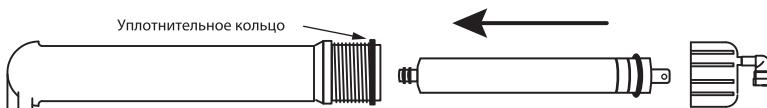

Рис. 15
1. Установите префильтр(ы). Первый префильтр (маркировка на колбе PREFILTER) уже установлен во всех моделях. В во вторую колбу (маркировка CARBON) установите угольный картридж. В третью ступень (SEDIMENT) установите механический префильтр. Картриджи, соответствующие ступеням очистки для каждой модели фильтров, перечислены в таблице на стр. 18. Для установки картриджа необходимо раскрутить колбу при помощи ключа (10). Аккуратно снимите защитную пленку с картриджа и установите его в колбу. Обратите внимание на маркировку "THIS END NEXT TO VESSEL THREADS" на верхней крышке картриджа или на указания на этикетке. Закрутите колбу вручную, без применения ключа, не прикладывая чрезмерных усилий.
2. Установите мембрану. Для этого отсоедините трубку (H) от быстроразъемного коннектора крышки мембранны. Открутите крышку колбы мембранны (маркировка MEMBRANE). Смажьте силиконовой смазкой резиновые уплотнения мембранны. Установите мембрану в корпус согласно **рис. 15**. Смажьте силиконовой смазкой уплотнение крышки колбы мембранны и аккуратно установите его на колбу. Закрутите крышку колбы мембранны и пристыкуйте трубку (H). Следите, чтобы уплотнительное кольцо крышки колбы было установлено на колбе без перекосов.